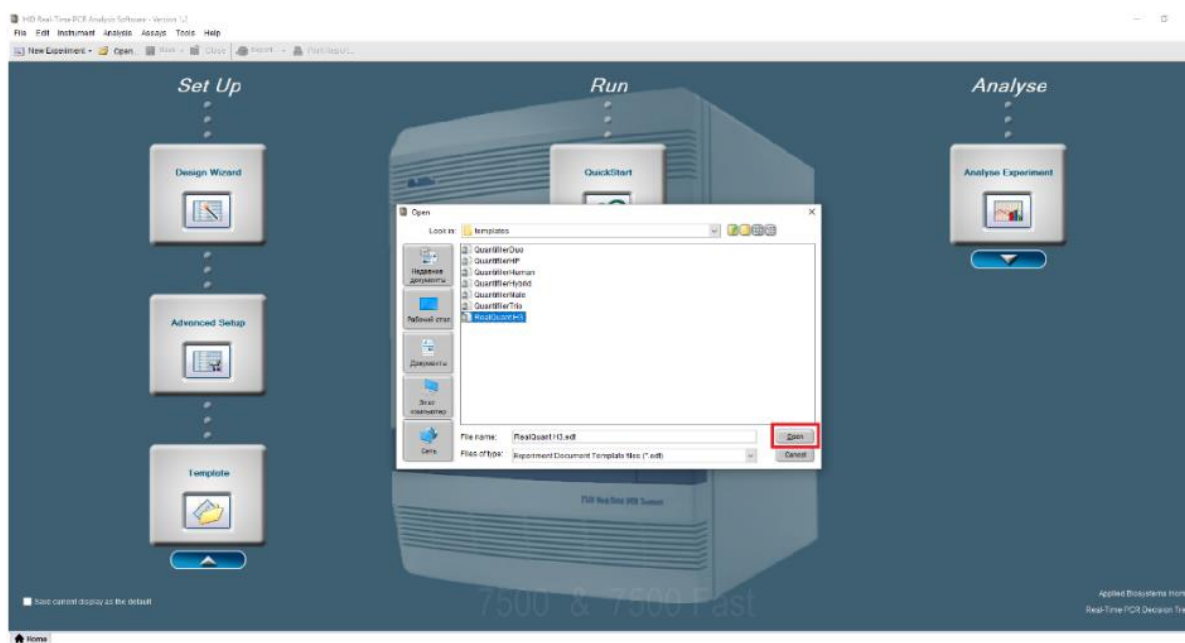

Рисунок 31
3. В открывшемся окне выбрать шаблон «**RealQuant H3 AB**» и нажать «**Open**» (рисунок 31).